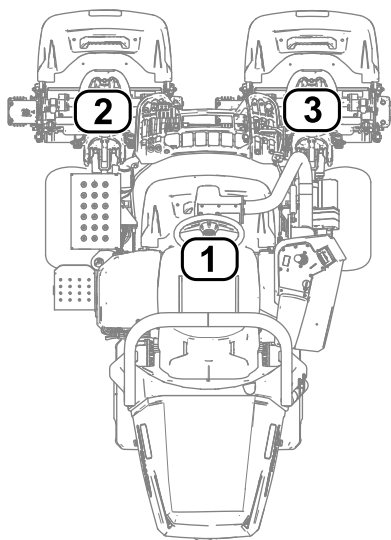

Figura 33
- **1** refere-se à unidade de corte central (Figura 33)
- **2** refere-se à unidade de corte frontal esquerda (Figura 33)
- **3** refere-se à unidade de corte frontal direita (Figura 33)